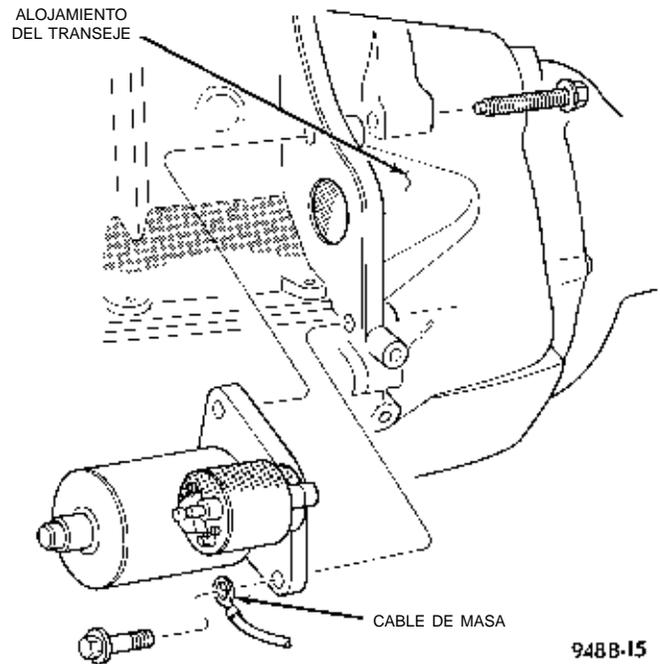

Fig. 27 Pernos del motor de arranque
- (16) Retire el amortiguador de sacudidas al arrancar y el soporte.
- (17) Retire el perno inferior del motor de arranque (Fig. 27).